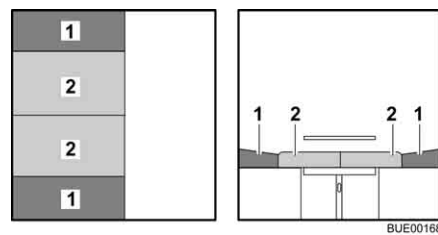

Fig. 87 Après la transformation
- Tirer les coussins d'assise (Fig. 87,2) vers le centre.
- Placer les coussins de dossier (Fig. 87,1) entre les coussins d'assise et la cloison.